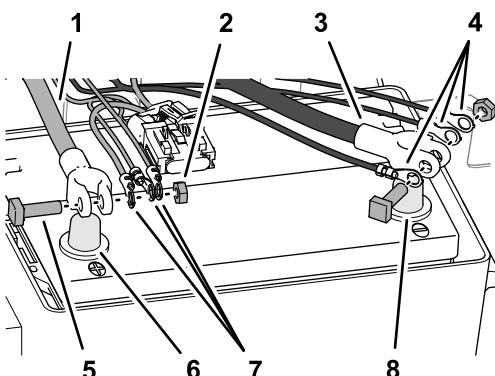

Figura 97
1. Enrute el terminal positivo (cable rojo), el terminal negativo (cable negro) y el bloque de fusibles (50 A) del arnés de cables trasero hacia arriba entre la caja de la batería y el chasis de la máquina (Figura 97).
- Retire los pernos de cabeza cuadrada y las tuercas hexagonales de los terminales de los cables positivo y negativo de la batería (Figura 97).
- Ensamble un perno de cabeza cuadrada a través del terminal positivo (cable rojo) del arnés de cables trasero, el terminal positivo del arnés de navegación-eléctrico, el arnés de alimentación del módem y el terminal del cable positivo de la batería (Figura 97).
- Sujete provisionalmente los terminales y el perno de cabeza cuadrada con una tuerca hexagonal (Figura 97).
- Ensamble un perno de cabeza cuadrada a través del terminal negativo (cable negro) del arnés de cables trasero, el terminal negativo del arnés de navegación-eléctrico, el arnés de alimentación del módem y el terminal del cable negativo de la batería (Figura 97).
- Conecte el cable positivo (rojo) al borne positivo (+) de la batería y apriete la tuerca; consulte la Figura 97, en [Conexión del arnés GeoLink trasero, el arnés de datos de navegación y eléctrico, y el arnés de alimentación del módem a los cables de la batería](#) (página 37).
- Conecte el cable negativo (negro) al borne negativo (-) de la batería y apriete la tuerca; consulte la Figura 97 en [Conexión del arnés GeoLink trasero, el arnés de datos de navegación y eléctrico, y el arnés de alimentación del módem a los cables de la batería](#) (página 37).